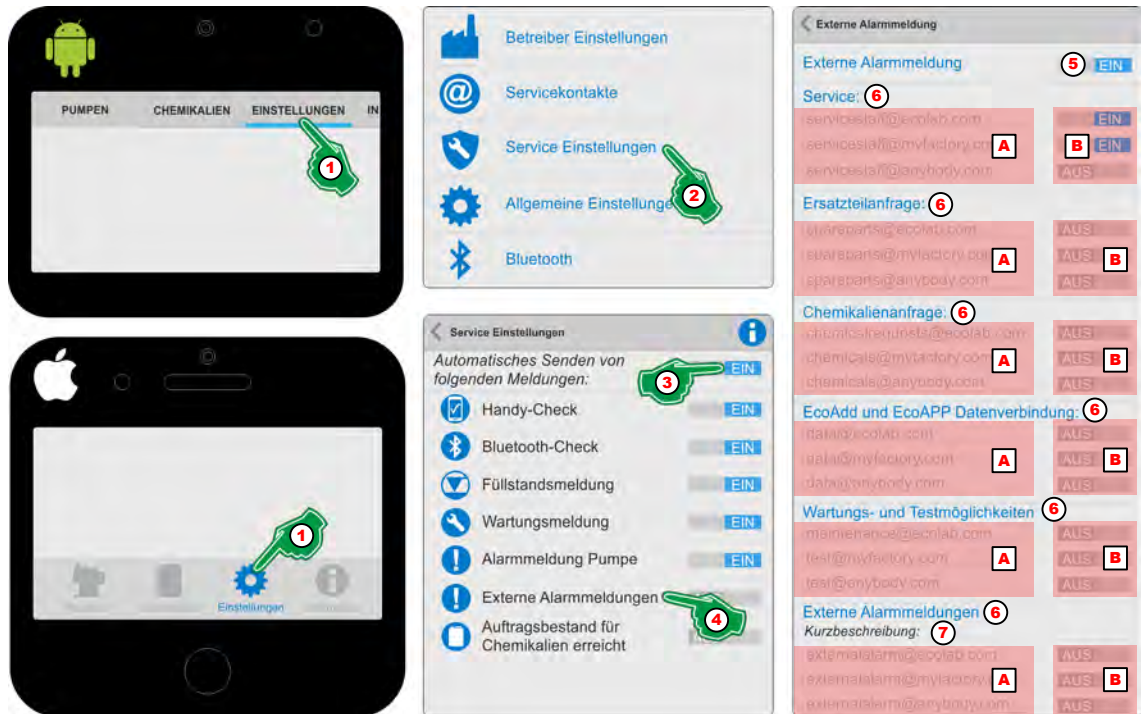

Abb. 11: „Externer Alarm“
1. [Einstellungen] (Abb. 11, Pos. 1) auswählen.
2. [Service Einstellungen] (Abb. 11, Pos. 2) auswählen.
3. „Automatisches Senden von folgenden Meldungen“ (Abb. 11, Pos. 3) **EIN** Schalten.
4. Das Symbol oder die Bezeichnung „Externer Alarm“ (Abb. 11, Pos. 4) auswählen.
5. „Externer Alarm“ (Abb. 11, Pos. 5) **EIN** Schalten.
6. Gewünschte Servicekontakte (Abb. 11, Pos. A) **EIN** (Abb. 11, Pos. B) Schalten.
7. Zur Anzeige von Fehlern bei Verwendung einer externen Steuerung (Abb. 11, Pos. 7) eine Kurzbeschreibung (Abb. 11, Pos. 8) zur Identifikation vergeben.